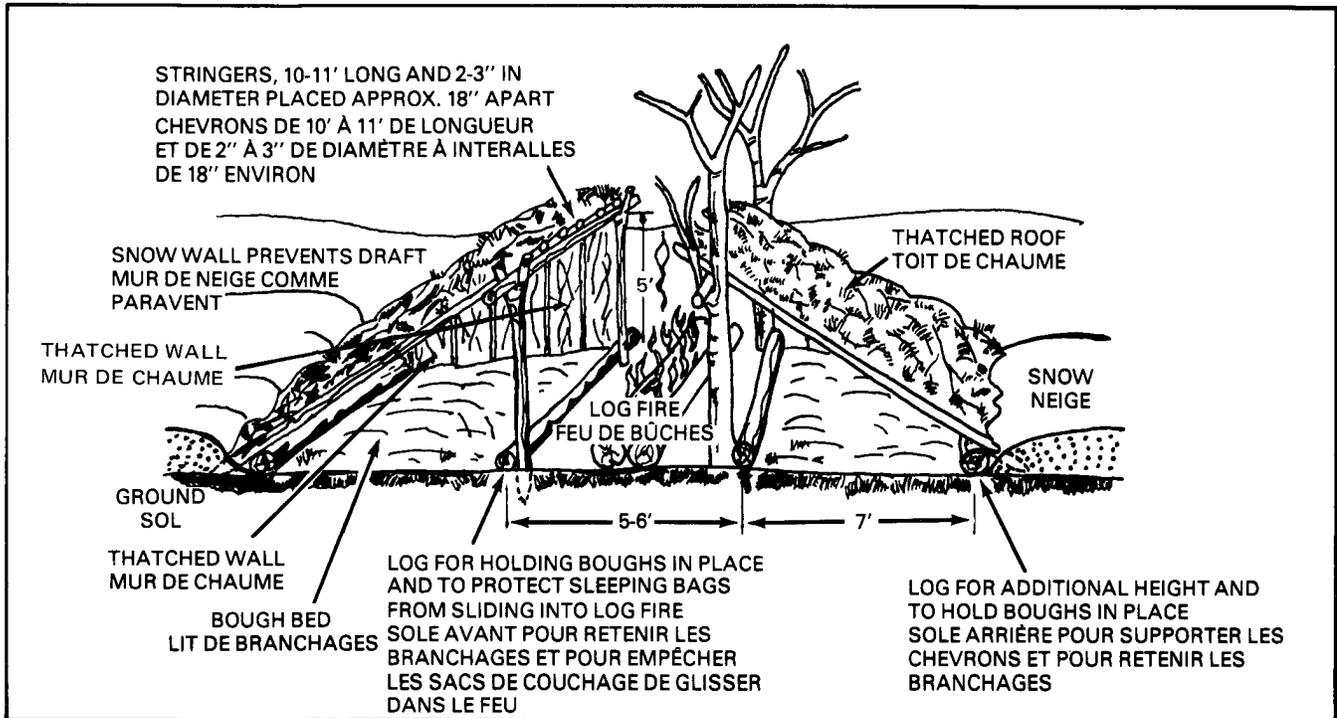

Figure 3-12 Double Lean-to
71. A double lean-to is built the same as two single lean-tos facing each other. The front of the second lean-to is generally where the reflector wall would normally be positioned. For an example, see Figure 3-12 showing a double lean-to with the near ends not closed in.
71. L'appentis double n'est en fait que deux appentis simples qui se font face. Le devant du second appentis se trouve généralement à l'endroit où on aurait érigé le réflecteur de chaleur du premier appentis. Voir à la figure 3-12 une coupe transversale d'un appentis double.